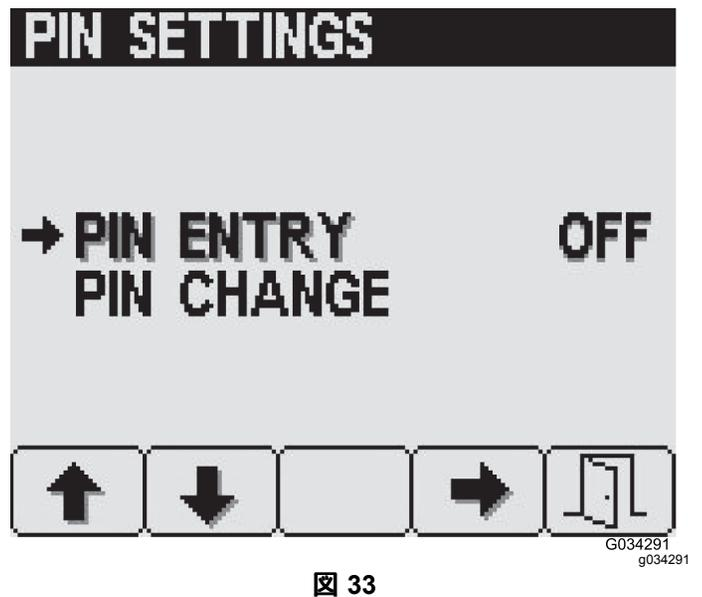

図 33
- PIN 設定画面から、ボタン 4 を押して「ピンを入力」PIN Entry を選択し、PIN を ON または OFF にする 図 33。